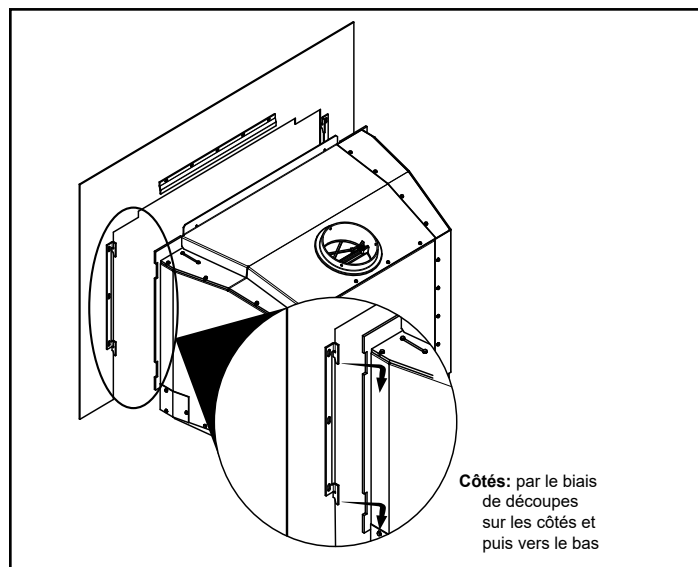

Figure 20.1
1. Soulevez l'enceinte en avant de l'appareil (Figure 20.1).